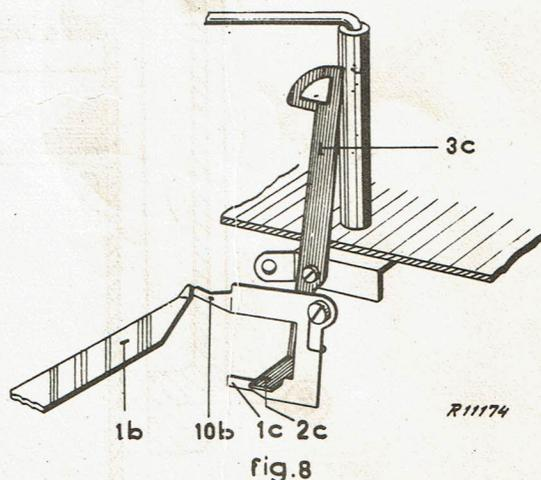

fig. 8
cend, il tombe sur la palpe et la repousse en arrière. La languette (2c) située à la partie inférieure de la palpe quitte le cran supérieur du verrouillage (1c). L'instant suivant, ce verrouillage quitte le rebord saillant (1a) du disque de commande (9) et un ressort de torsion (21) le repousse vers le haut. La palpe est alors dans le cran inférieur du verrouillage (fig. 8)
DESCENTE DU BRAS DU PHONOCAPTEUR SUR UN DISQUE DE 30 cm (voir fig. 8, 19 et 20)